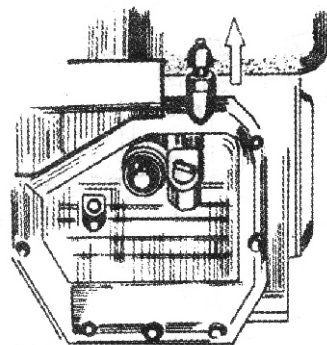

Fig. 2
1.4- Verifique a circulação do óleo. Gire a alavanca de descompressão com a mão esquerda e gire a manivela do motor lentamente até o indicador de óleo subir, como é mostrado na Fig. 2. Se o indicador não subir isso significa que há alguma anomalia com o sistema de lubrificação.